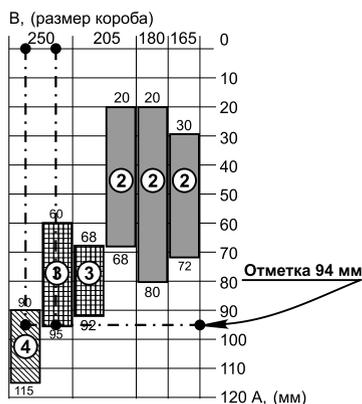

Рисунок 10. Схема определения типа ригеля.
5. По диаграмме определяем тип ригеля (см. рис.10)